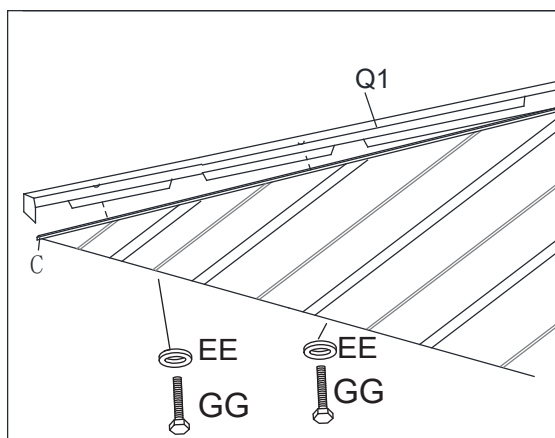
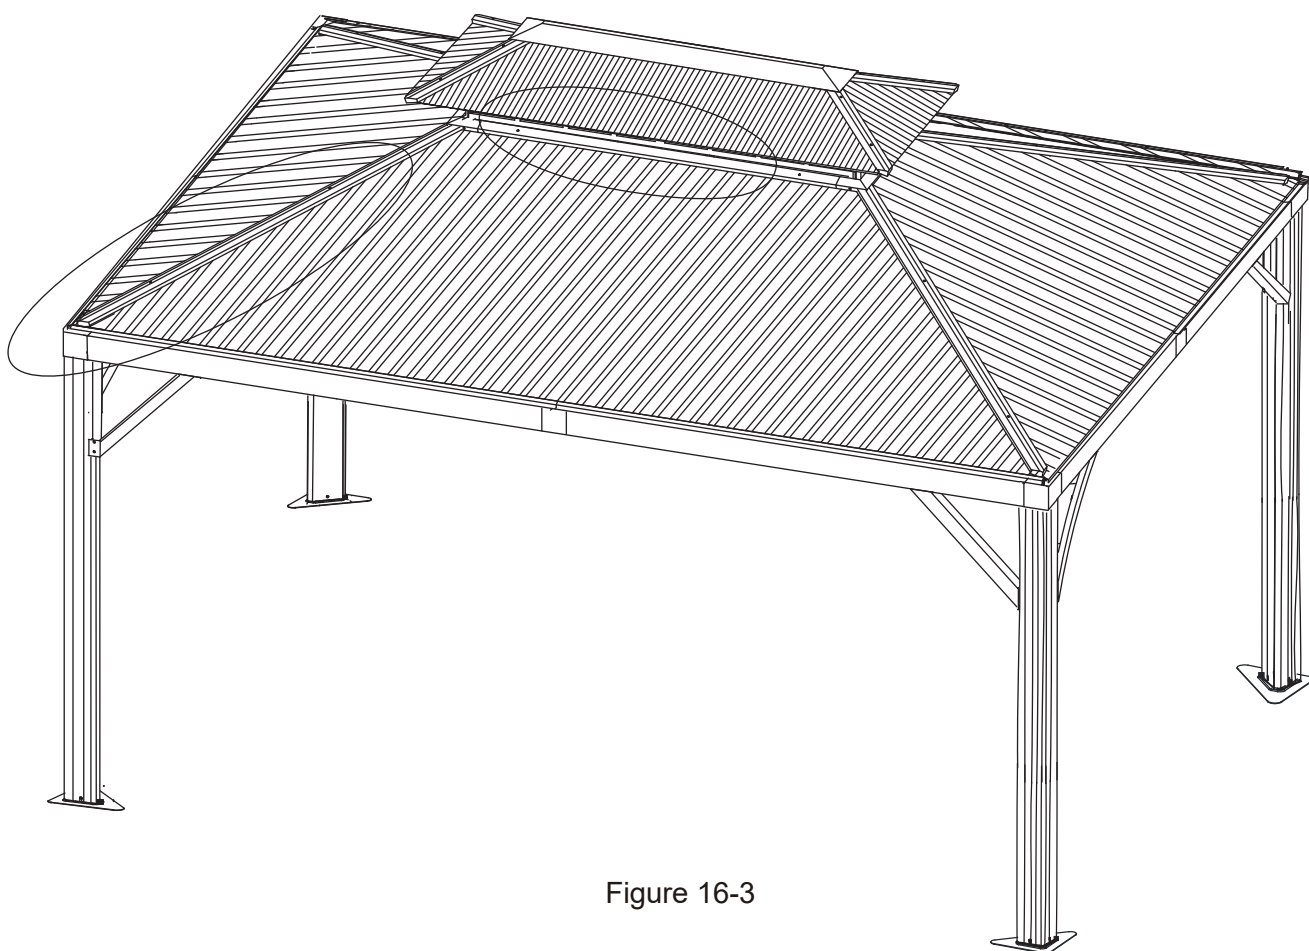

Figure 16-1
Figure 16-3
16.1. Attacher la garniture d'angle du toit principal (Q1) au support d'angle du toit principal (H) à l'aide du boulon (GG) et la rondelle (EE). Répétez l'opération pour tous les coins. Serrez tous les boulons. Voir figure 16-1 et figure 16-3.